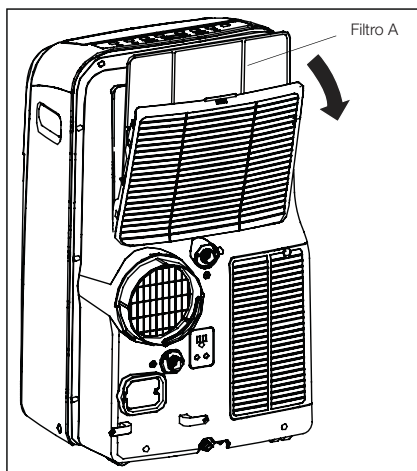

Fig. 27
- Questa apparecchiatura è dotata di due filtri: il filtro A e B. Afferrare il pannello superiore e rimuovere il filtro A che si trova dietro la griglia del pannello posteriore (fig. 27). Rimuovere il filtro inferiore B allentando la vite. Togliere la griglia di presa d'aria e togliere il filtro aria come illustrato nella figura 28.